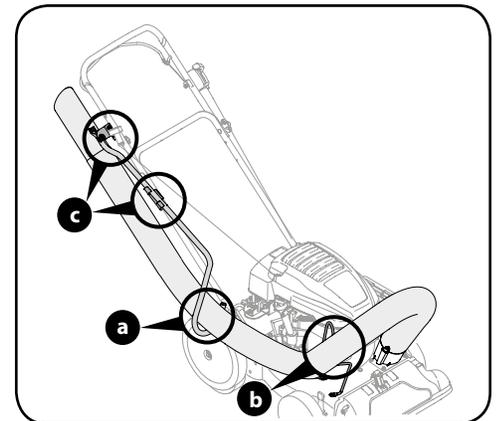

Рисунок 3-5
5. Вставьте рукоятку шланга до щелчка сначала в верхний, а затем в нижний кронштейн рукоятки шланга. См. рисунок 3-5с.